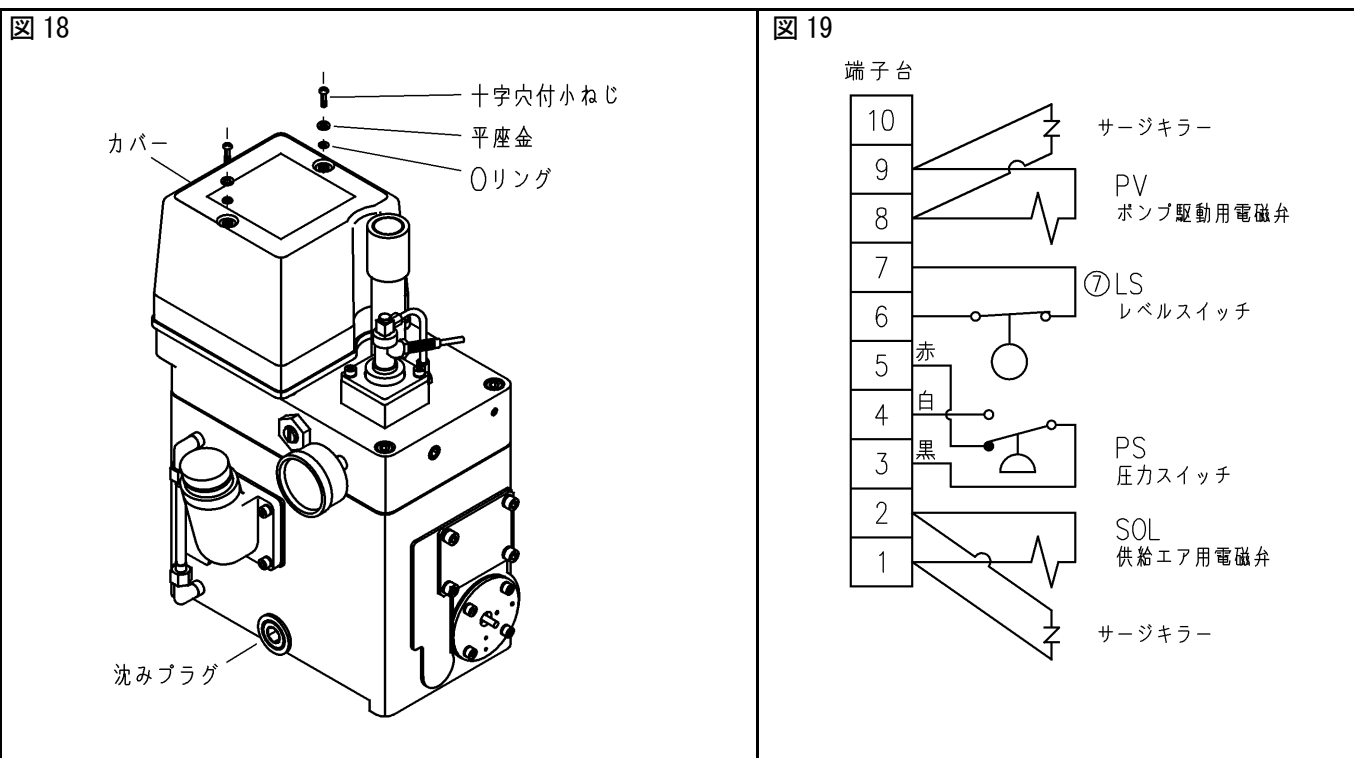

図 20
4. 端子台取付ブラケット 2 個を固定している十字穴付小ねじ 4 本をゆるめて取り外します。(図 20)
4. 分解手順 4 で取り外した端子台取付ブラケットを 4 本の十字穴付小ねじを締め付けて固定します。(図 20)